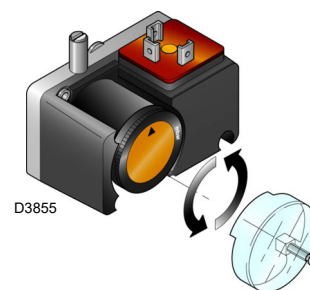

Abb. 39
- Stellen Sie den Minimal-Öldruckwächter (Abb. 39 auf Seite 33) auf den Skalenanfangswert ein.
Den Gas-Mindestdruckwächter (Abb. 39) nach erfolgter Einstellung des Brenners, der Gasventile und des Stabilisators der Gasarmatur einstellen.